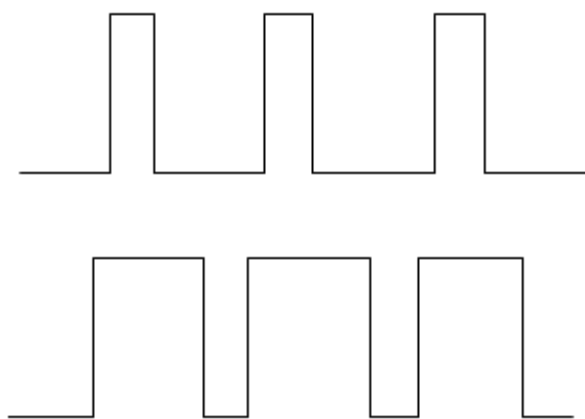

Рис. 10-25. Инверсия ширины импульса.
**Pulse width reverse (инверсия ширины импульса):** инверсия сигнала ШИМ (PWM), см. Рис. 10-25: